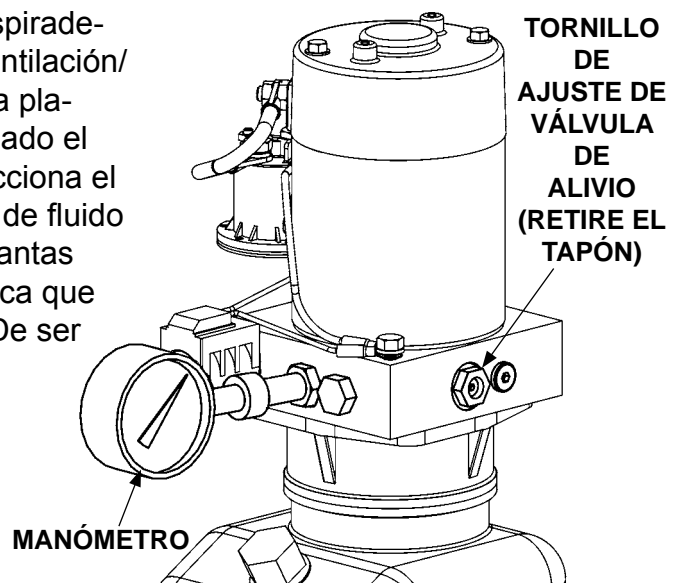

FIG. 36-2
3. Con la plataforma sobre el suelo, retire la manguera de presión y conector de la bomba, reemplácelos con un manómetro de rango 0-4000 psi de presión. Empuje el interruptor de control en la posición "ARRIBA". Ajuste la válvula de alivio al lado de la bomba hasta que el manómetro marque 3250 psi (FIG. 36-2). Retire el manómetro y vuelva a instalar la manguera.